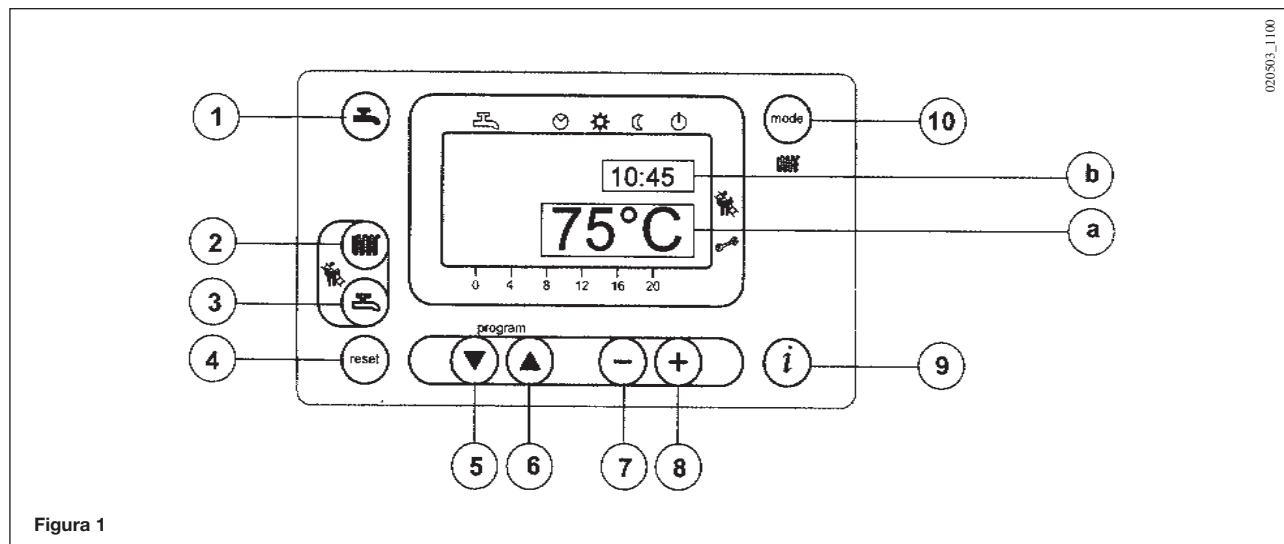

Figura 1
- Premere il tasto (🚿) (2- figura 1) per impostare la temperatura dell'acqua di riscaldamento;
- premere uno dei due tasti (🚿) (mode) (1 o 10 - figura 1) per memorizzare e ritornare al menù principale.
**N.b** – Con sonda esterna collegata, mediante il tasto (🌡️) (2 – figura 1) è possibile effettuare la traslazione della curva di riscaldamento. Premere i tasti (-) (+) per diminuire o aumentare la temperatura ambiente del locale da riscaldare.
- Premere il tasto (🚿) (3- figura 1) per impostare la temperatura massima dell'acqua sanitaria;